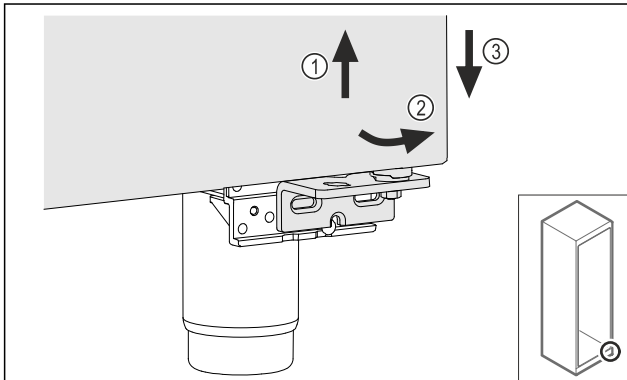

Fig. 16
- ▶ Mírně zvedněte dveře Fig. 16 (1), nakloňte je dopředu ve spodní části Fig. 16 (2) a spusťte je Fig. 16 (3).